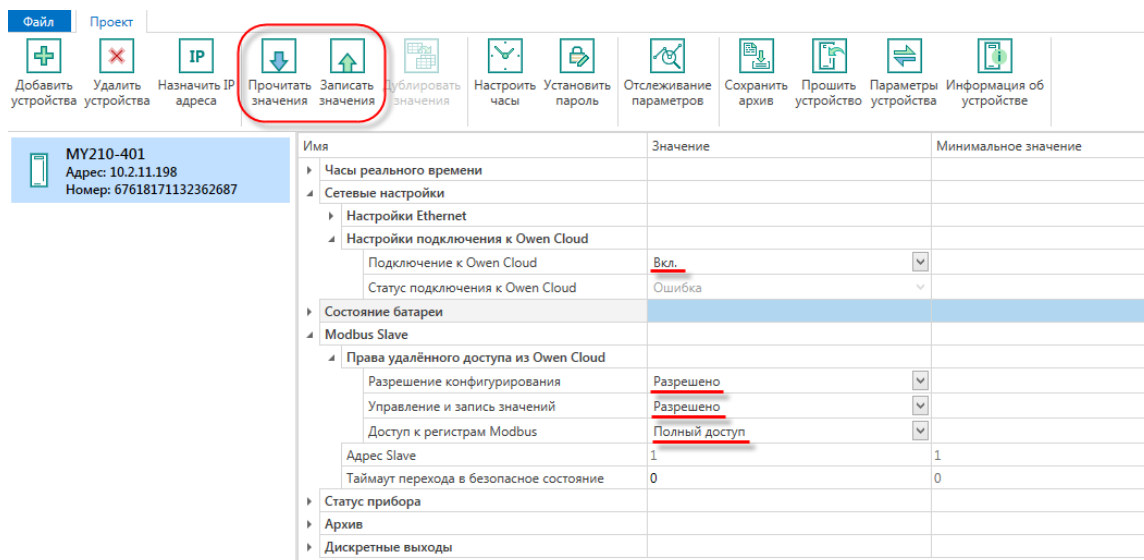

Рисунок 5.39 – Изменение настроек Mx210 для подключения к OwenCloud
8. На вкладке **Общие/Общие настройки** в параметре **Пароль** введите пароль, заданный в конфигураторе в пп. 3 (рисунок 5.39), после чего нажмите кнопку **Сохранить**: